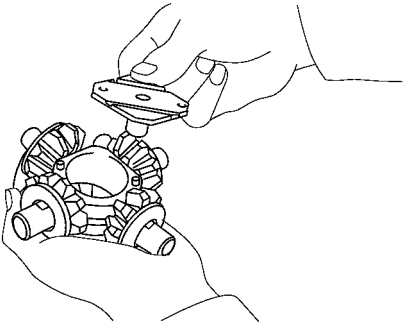

图 14-174 装上 RH 挡块
(2) LH 差速器壳的装配方法相同。
(3) 将小齿轮、垫圈和 RH 挡块装到十字轴上。装上小齿轮和垫圈，并使 RH 挡块上的孔与十字轴的定位销对准，再装上 RH 挡块，如图 14-174 所示。